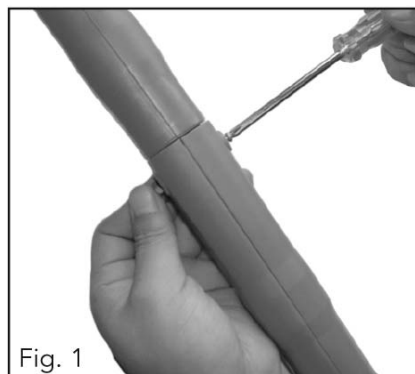

Fig. 1
1. Fjern låseskruen (6) fra det øvre huset (4).
2. Tilpass det øvre huset (4) til det nedre huset (5), og skyv de to husene sammen så langt det går (fig. 1).